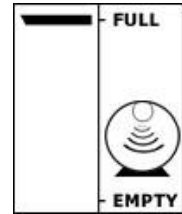

Fig. 11
- 5) Le récepteur montre une barre clignotante devant Full, mais la citerne n'est pas pleine (fig 11).